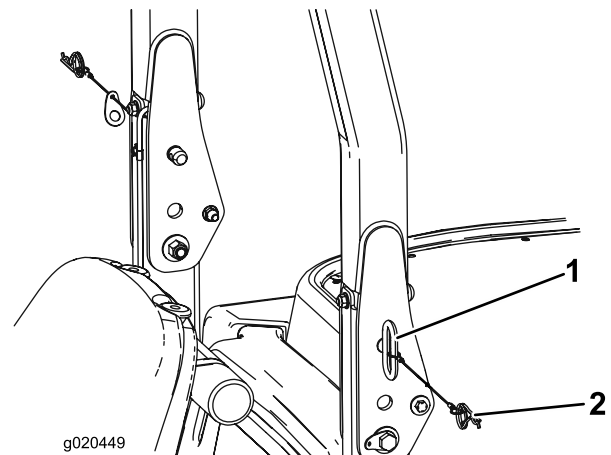

Figure 32
1. Pour abaisser l'arceau de sécurité, retirez les goupilles fendues et les deux axes (Figure 32).